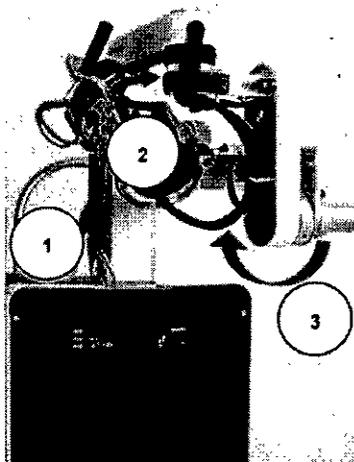

Fig. 3.3: Posición de transporte del ArmeoPower
- Lleve la órtesis a la posición que se indica en la Fig. 3.3
- Lleve la columna de elevación a su posición más baja (1).
- Gire el eje vertical del hombro hacia dentro (2).
- Lleve el eje horizontal del hombro hasta la posición más elevada (3).